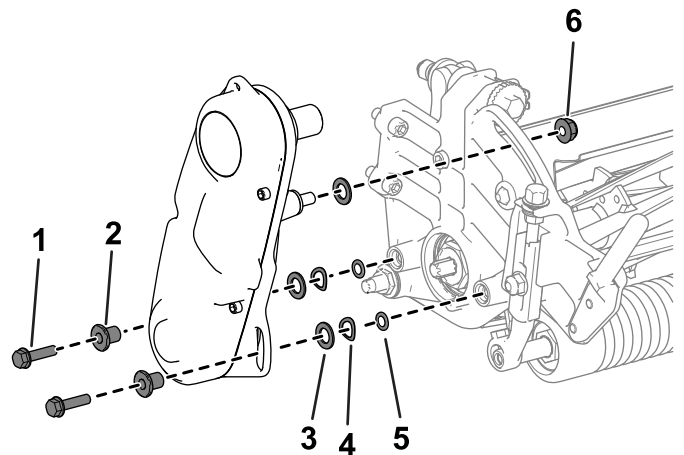

Рисунок 4
1. Снимите детали крепления узла привода барабана к боковой пластине (Рисунок 4).
2. Снимите узел привода барабана, плоские шайбы, пружинные шайбы, проставки и уплотнительные кольца с боковой пластины (Рисунок 4).